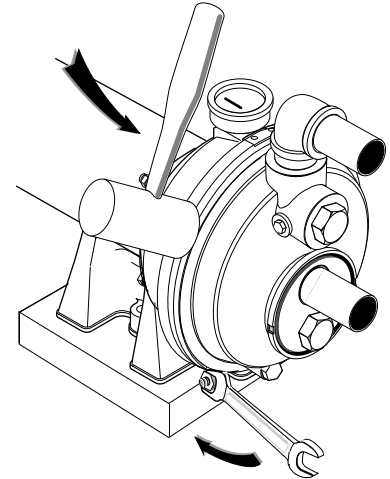

Figura 12
3. **ASEGÚRESE** de que el interior de la abrazadera esté limpia. Coloque la abrazadera en las mitades de la bomba; bien apretadas. Apriete el tornillo y golpee la abrazadera con un martillo en forma alternada para acomodar el aro tórico. (ver figura 12).